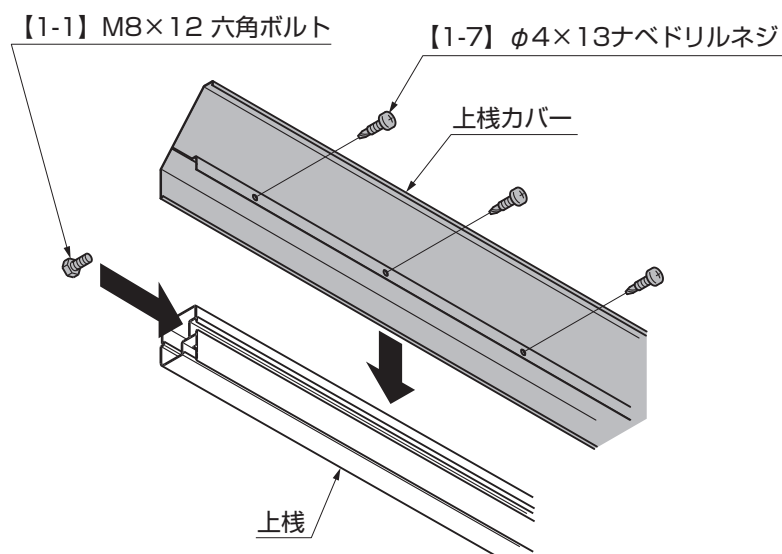

図4-1
- ①上棧に上棧カバーを組み、【1-7】で取付けてください。(図4-1参照)
- ②上棧に、柱・サイドパネル補助柱の本数だけ、【1-1】を差込んでください。(図4-1参照)